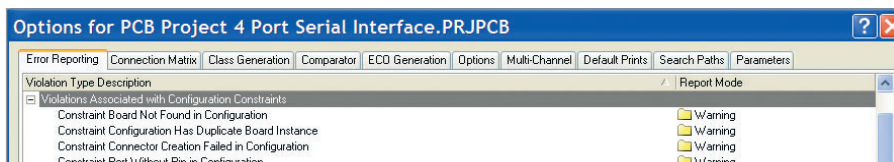

Рис. 10. Предупреждения, связанные с ограничениями конфигурации
- фигурации (см. рис. 10). Не описываются, т.к. относятся в большей степени к реализации проектов ПЛИС или совместных проектов плат и ПЛИС.